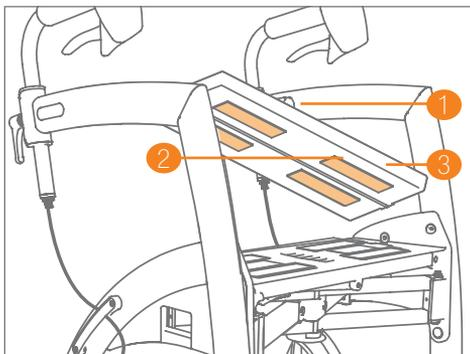

Figura 69: Rimozione del cuscino del sedile dal rollator.
- a. Togliere il Velcro sul rivestimento del cuscino dal sedile (**Figura 69**).